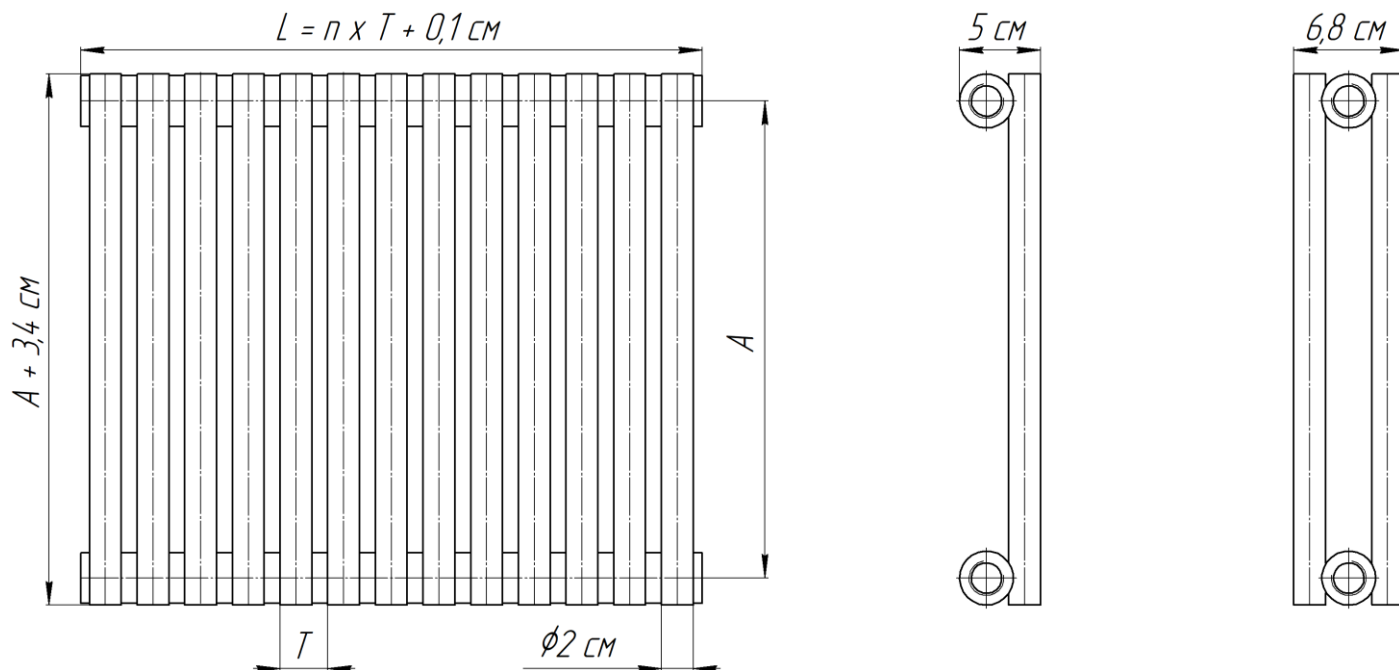

Рис.1 Радиатор «Гармония A20», где: А – межцентровый размер, см; Т – шаг (Т = 3 см); n – количество секций; L – габаритная длина, см.
2.1. Основные размеры и параметры радиаторов приведены на рис.1 и в таблице.